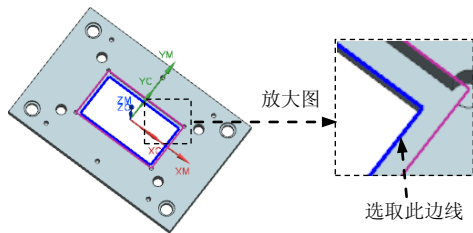

图 11.53 定义参照边线 2
Step4. 在绘图区域选取图 11.53 所示的边线 (四条), 然后单击 **创建下一个边界** 按钮。